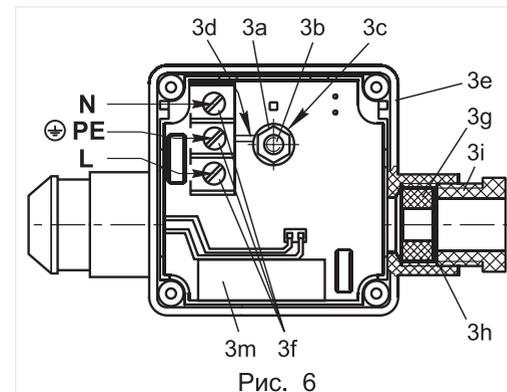

Рис. 6
4.3.3 На лицевой поверхности клеммной коробки открутите четыре винта крепления крышки. Снимите крышку клеммной коробки вместе с резиновым уплотнением. Клеммная коробка со снятой крышкой показана на рис. 6.
- выкрутить кнопку ручного взвода из левого патрубку клеммной коробки (см. рис. 6);